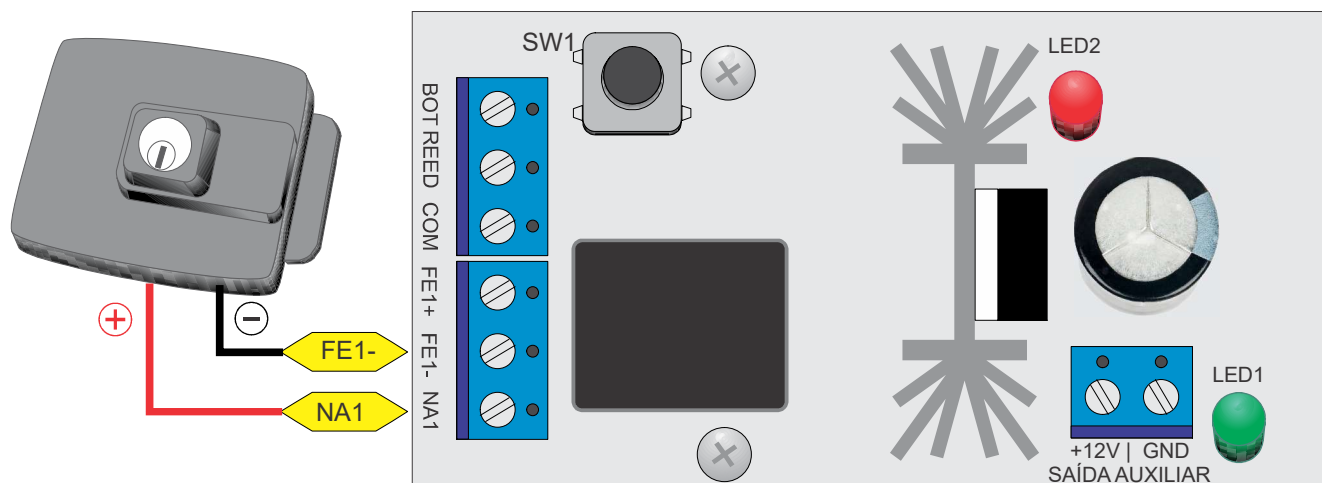

Figura 3 - Lado esquerdo da placa
Use o tempo de pulso padrão (1 seg). Se não for suficiente para acionar a fechadura elétrica, aumente para 2 segundos como descrito no item 3.1. Veja a instalação abaixo na figura 3.